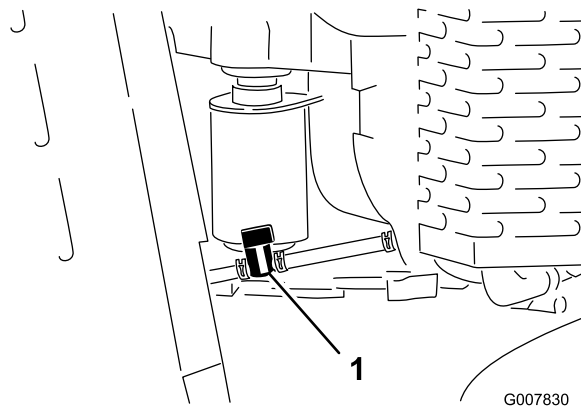

Рисунок 40
4. Поверните рычаг топливного отсечного клапана в закрытое положение (Рисунок 40).
5. Сожмите концы хомута шланга на обращенной к двигателю стороне отсечного клапана и сдвиньте от клапана вверх по топливопроводу (Рисунок 40).
6. Отсоедините топливопровод от клапана (Рисунок 40).
7. Поверните рычаг топливного отсечного клапана в открытое положение (Рисунок 40).
3. Поверните рычаг топливного отсечного клапана в закрытое положение (Рисунок 40).